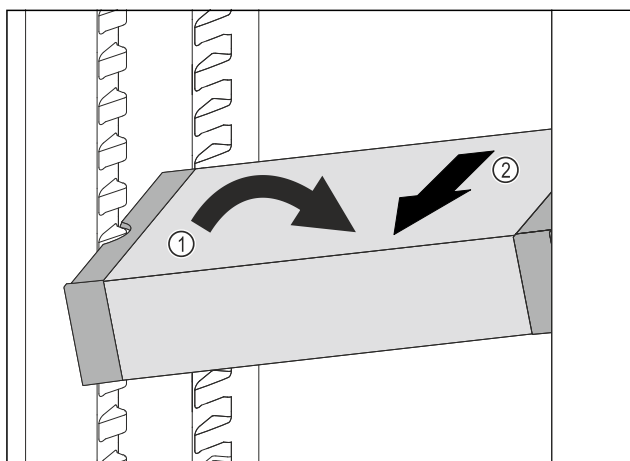

Fig. 200
- Ukosite ladicu VarioSafe u hladnjaku. *Fig. 200 (1)*
- Izvadite ladicu VarioSafe prema naprijed. *Fig. 200 (2)*